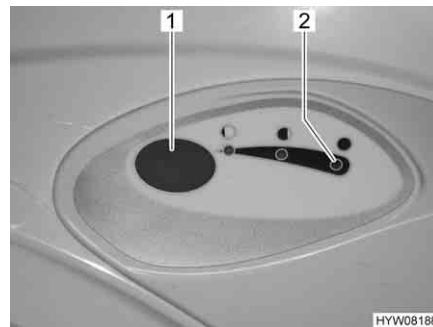

Bild 257 Spülknopf/Kontroll-Leuchte
- Zum Spülen den blauen Spülknopf (Bild 257,1) drücken.
Die Kontroll-Leuchte (Bild 257,2) leuchtet, wenn der Fäkalientank entleert werden muss.